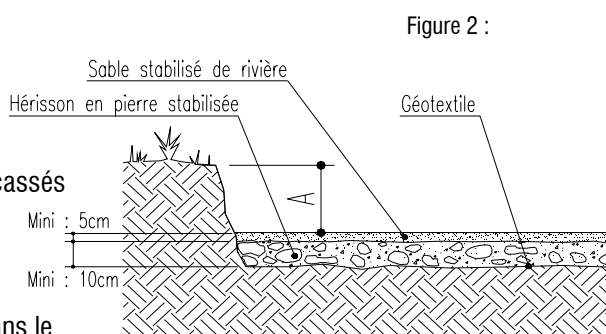

Figure 2 :
- Mettre impérativement le terrassement de niveau. (fig. 2 et 3).